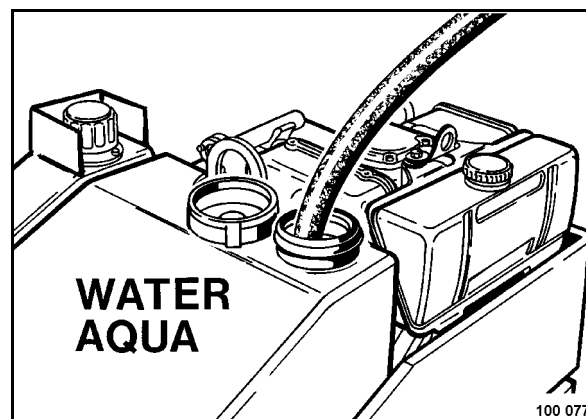

Fig. 49
- Abrir la tapa (Fig. 49) cargar agua y volver a cerrar la tapa.